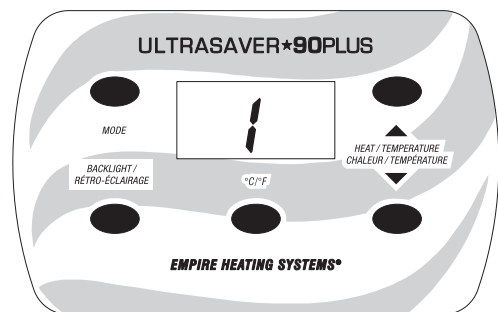

Figure 7
1. Pour contrôler l'appareil en mode Manuel, appuyer deux fois sur le bouton Mode Select du panneau d'affichage depuis le mode Arrêt (Off) jusqu'à ce qu'un chiffre apparaisse à la position Heat Level (niveau de chaleur) sur le panneau d'affichage. **Voir Figure 7.** L'appareil de chauffage débutera la séquence de démarrage.